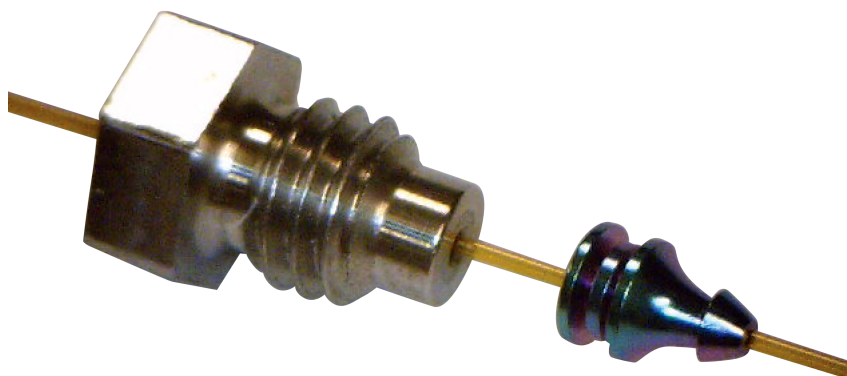

Figura 12. Férula conectada a la columna y la tuerca interna
7. Con una llave de extremo abierto de 1/4 de pulgada, gire la tuerca interna entre 15 y 20 grados más en el sentido de las agujas del reloj para garantizar que la férula esté conectada correctamente a la columna. Consulte la Figura 12.